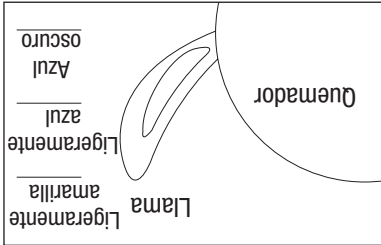

Figura 10
9. Después de encender el quemador observe su llama y asegúrese de que todos los orificios estén encendidos y que la altura de la llama corresponda a la del diagrama (vea Figura 10).